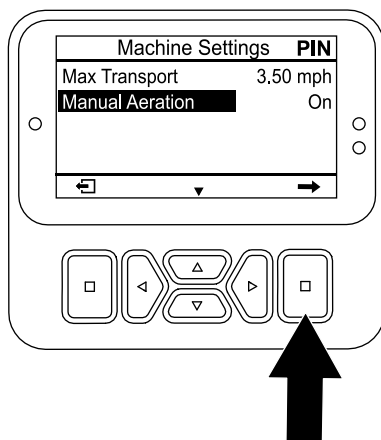

Figura 113
5. Pulse el botón abajo hasta que se seleccione la opción MANUAL AERATION (Aireación manual) y, a continuación, pulse el botón de selección (Figura 113) para ajustar la aireación manual en ON (Activada).